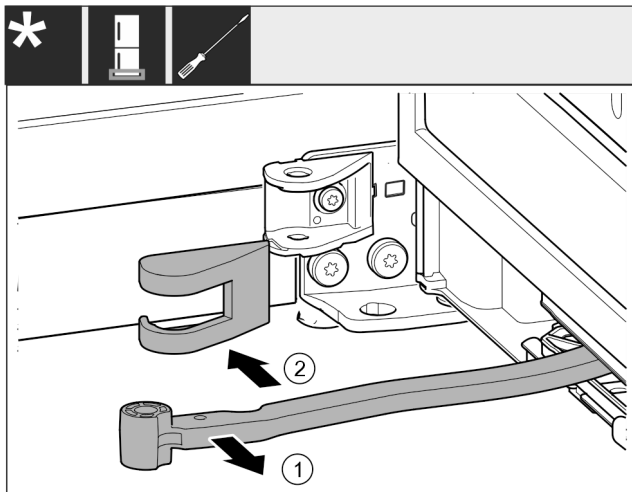

Fig. 16
- ▶ Поверніть шарнір у напрямку дверцят. Fig. 16 (1)
- ▶ Зніміть кришку опорного кронштейна. Fig. 16 (2)